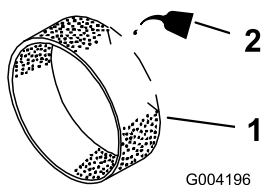

Figure 40
- Imbibez le préfiltre de 3 à 6 cl d'huile (Figure 40).